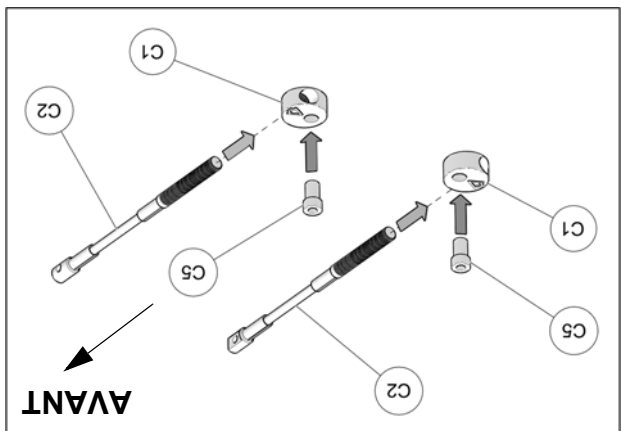

Fig. 16
10. Assembler les câbles des limiteurs de conduite (C2), les disques en aluminium (C1) et les bagues espacateurs (C5) tel que montré à la Fig. 16